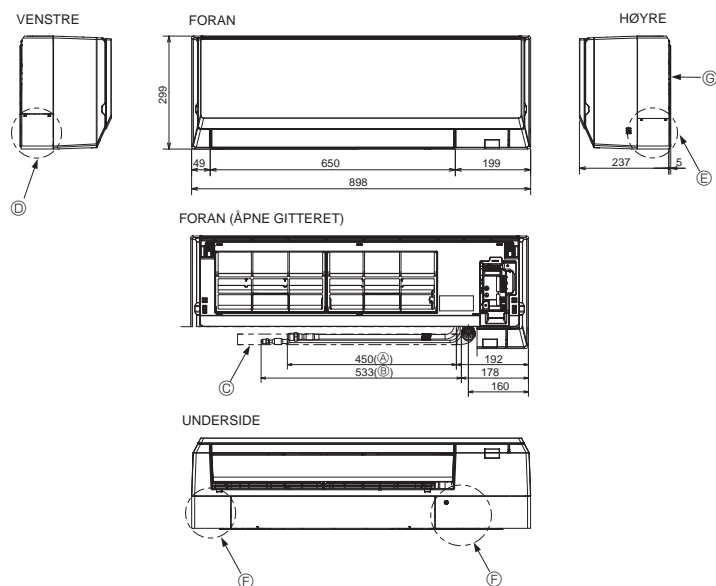

Fig. 4-3
4.3. Plassering av kjølemiddel- og avløpsrør (Fig. 4-3)